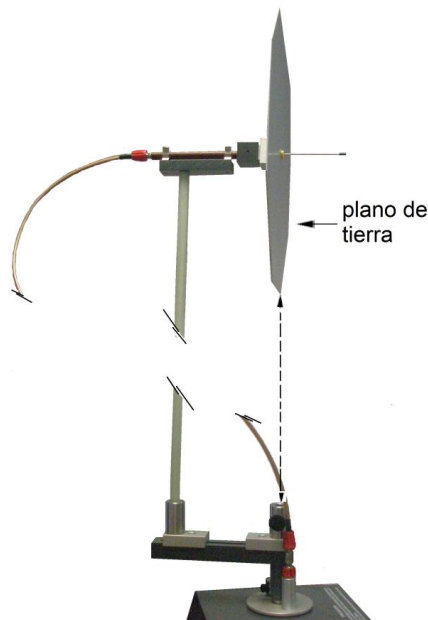

Figura 6.7 Montaje del monopolo según el plano E
E. Fijé el otro mástil con clips horizontales en el *orientador de antena*. Instalé la antena en posición horizontal para que quede orientada según el plano E. (ver Figura 6.7)